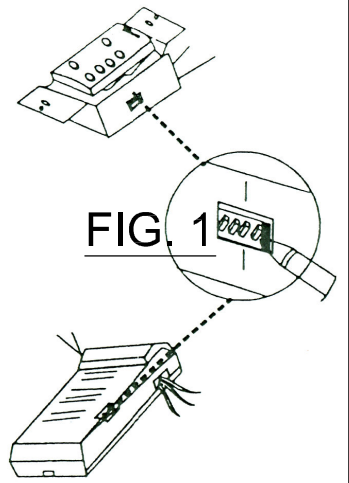

FIG. 2
2. L'INSTALLATION DU RÉCEPTEUR (FIG. 2)
Retirer la plaque murale, débrancher et retirer l'interrupteur à bascule de la boîte de raccordement murale. À l'aide des écrous à câbles fournis, faites les connexions au nouveau transmetteur selon le diagramme dans la Fig. 2.
2. INSTALACION DEL RECEPTOR (FIG.2)